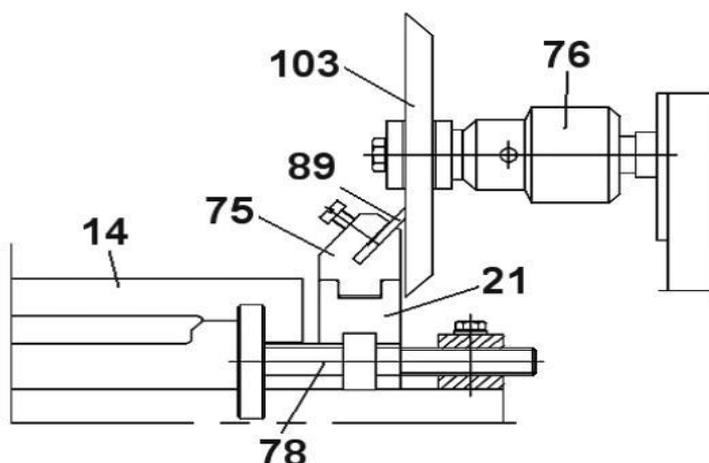

**Рис. 32**
- При выполнении сверления демонтируйте пазовальную насадку (79) (Рис. 31) и держатель (11) (Рис. 31). В сверлильном патроне (76) (Рис. 31, 32) установите и закрепите сверло (102) (Рис. 32); установите и закрепление заготовку на столе.
- Продольное перемещение заготовки (88) (Рис. 32) производится ручкой 16 (Рис. 16), поперечное перемещение заготовки (88) (Рис. 32) производится ручкой (15) (Рис. 16), установка заготовки по высоте относительно режущего инструмента производится маховиком (18) (Рис.16).